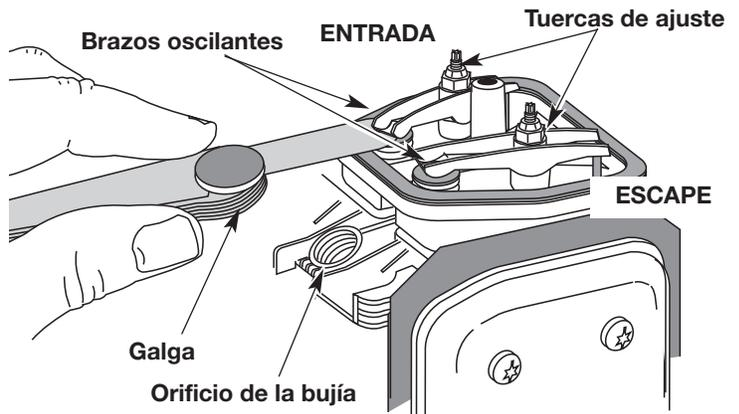

Fig. 29
- El pistón se encuentre en la parte superior de su recorrido mientras mira dentro del orificio de la bujía de encendido (Fig. 29).
- Deslice la galga entre el brazo oscilante y el resorte de retorno de la válvula. Mida el huelgo entre el vástago de la válvula y el brazo oscilante (Fig. 29). Realice esto en las válvulas de entrada y de escape.
El huelgo recomendado para las válvulas de entrada y de escape es 0,076 – 0,152 mm (0,003 – 0,006 pulgadas). Use un calibrador regular de automóvil de 0,127 mm (0,005 pulgadas). El calibrador debe deslizarse entre el balancín y el vástago de la válvula con una ligera cantidad de resistencia, sin doblarse (Fig. 29 y 30).